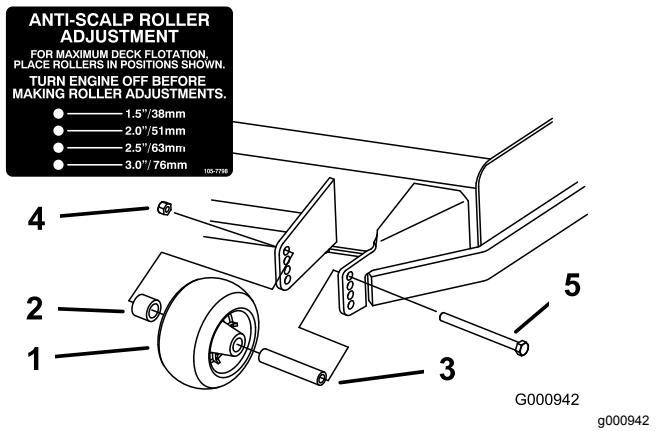
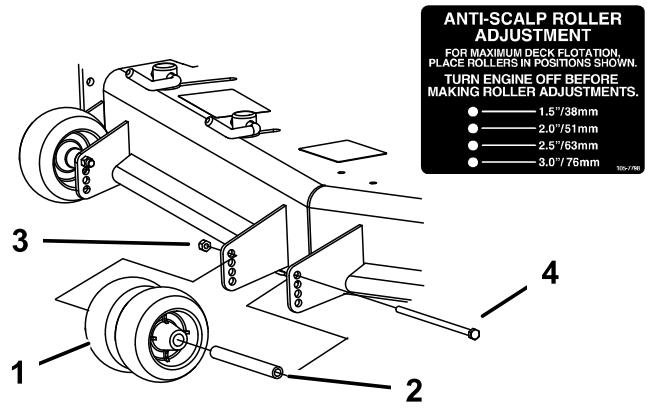

Figure 27
Figure 28
3. Réglez les galets anti-scalp comme montré à la Figure 27, la Figure 28 et la Figure 29.